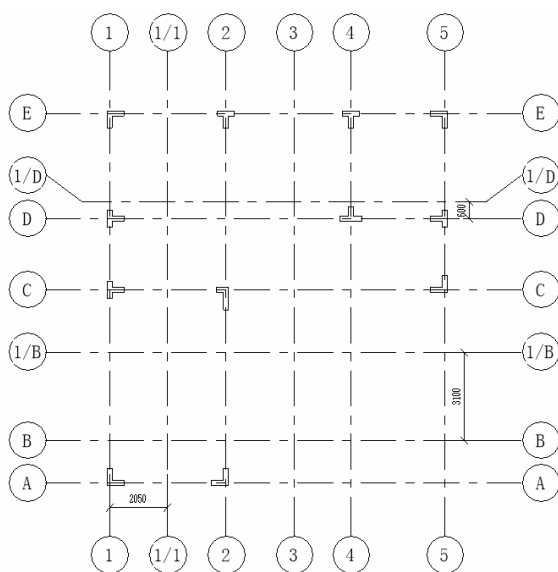

图 5-59 绘制轴线
(18) 单击“结构”选项卡“基准”面板“轴网”按钮, 打开“修改|放置轴网”选项卡和选项栏。在“属性”选项板中选择“轴网 6.5mm 编号”类型，绘制轴线并更改尺寸和轴号，结果如图5-59所示。